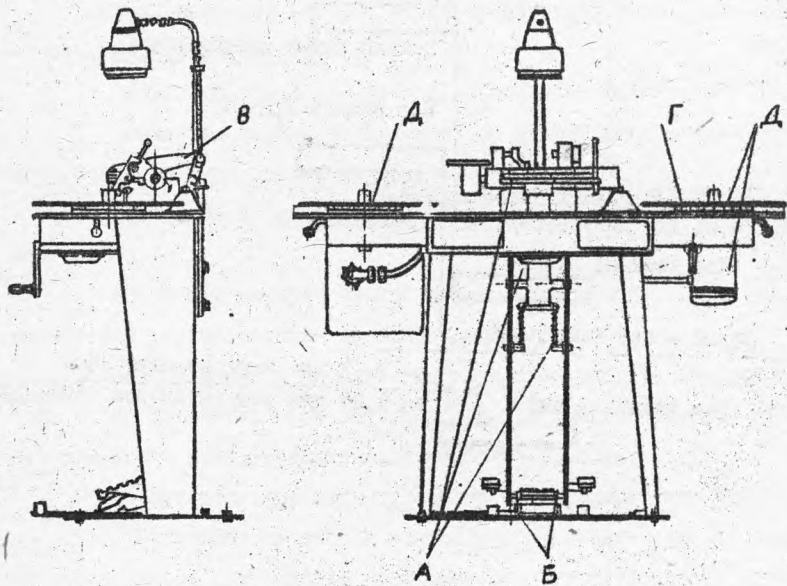

Рис.9.6.Схема смазки склеечного полуавтомата
3) произведите смазку полуавтомата согласно схеме смазки (рис.9.6 и табл.9.1);
(см. рис. 9.6)